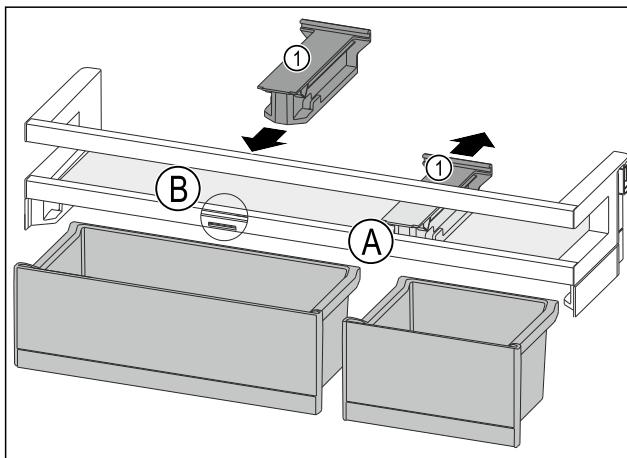

Fig. 114
- Desprindeți piesa de susținere Fig. 114 (1) din poziție Fig. 114 (A) spre spate.
- Introduceți piesa de susținere Fig. 114 (1) în poziție Fig. 114 (B).